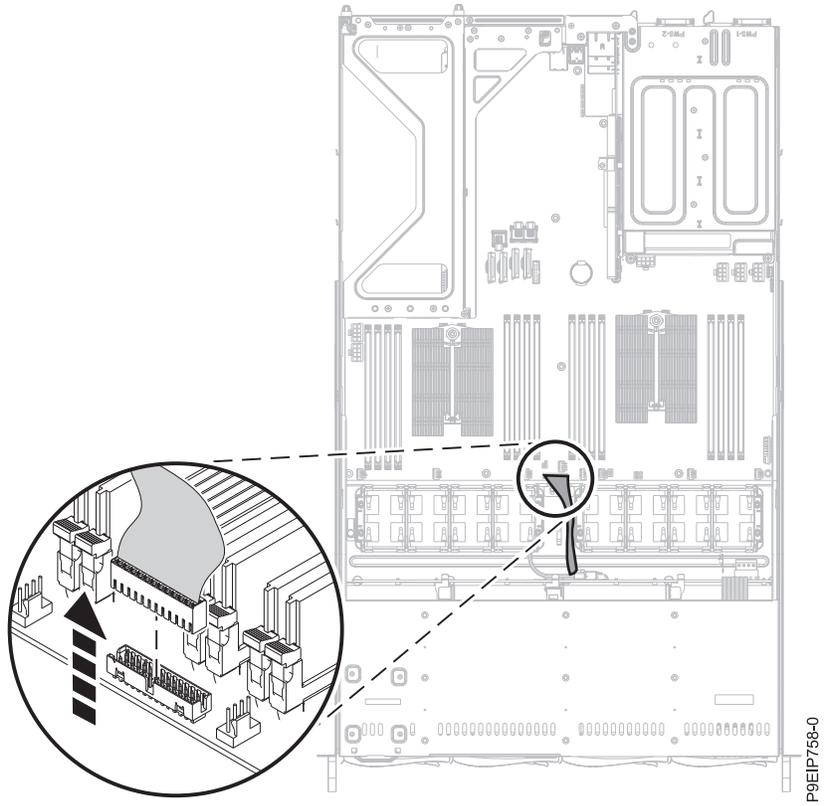

Figura 36. Extracción del cable del panel de operador
8. Extraiga el cable del panel de operador de la placa posterior del sistema, como se muestra en la Figura 36 en la página 39.